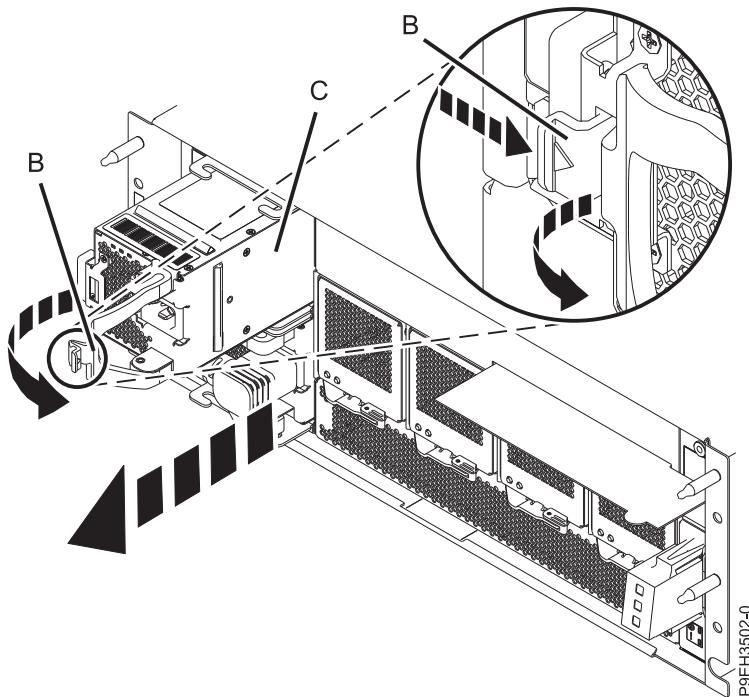

図 5. EMX0 PCIe3 拡張ドロワーからの電源装置の取り外し
3. 電源装置 (C) を取り外すには、ハンドル (B) の解放ラッチを、5 ページの図 5 に示されている方向に押して、ハンドルを手前に引き出します。
4. ハンドル (B) を保持したまま、電源装置 (C) の底部をもう一方の手で支えながら、電源装置をスロットから引き出します。5 ページの図 5 を参照してください。